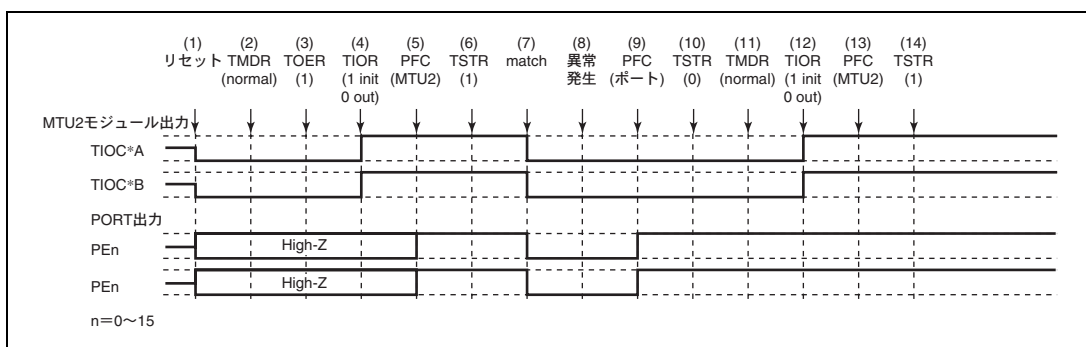

図 11.137 ノーマルモードで異常が発生し、ノーマルモードで復帰する場合
ノーマルモードで異常が発生し、再設定後ノーマルモードで再スタートする場合の説明図を図 11.137 に示します。
(1) ~ (10) は図 11.137 と共通です。
(11) PWM モード 1 を設定します。
(12) TIOR で端子を初期化してください (PWM モード 1 では TIOC*B 側は初期化されません。初期化したい場合はノーマルモードで初期化した後、PWM モード 1 に遷移してください)。
(13) PFC で MTU2 出力としてください。
(14) TSTR で再スタートします。